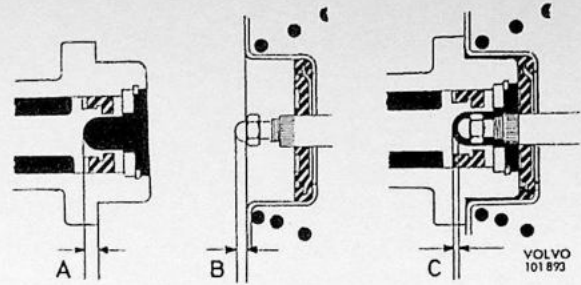

Fig. 5-43. Het afstellen van de drukstang
1. Voor de goede werking van de hoofdremcilinder mag de uitgaande drukstang van de servo cilinder de primaire zuiger niet beletten in zijn ruststand terug te komen. De primaire zuiger en de drukstang moeten dus gemonteerd en in ruststand onderling een speling hebben (maat C, Fig. 5-43). Controleer, alvorens de hoofdcilinder te monteren eerst de speling, door bijvoorbeeld met een schuifmaat de afstand tussen de voorkant van de bevestigingsflens en het hart van de primaire zuiger te meten (afmeting A, Fig. 5-43). Meet dan hoeveel de drukstang (de stelbout) buiten de vaste voorkant van de servo cilinder uitsteekt, afmeting B. Voor deze maat moet de drukstang geheel ingedrukt worden en moet er een gedeeltelijk vakuüm in de cilinder achterblijven, waarvoor de motor zo nodig gestart kan worden. Maat A verminderd met maat B zal de speling C aangeven en deze moet 0,5—1,5 mm (0,020—0,059") zijn. Borg de schroef (4, Fig. 5-57) met enkele druppels Locktite type B=type 500, indien bijgesteld moet worden.